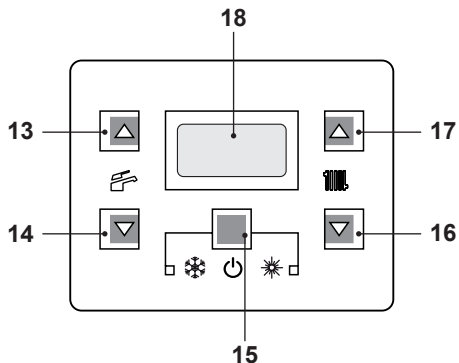
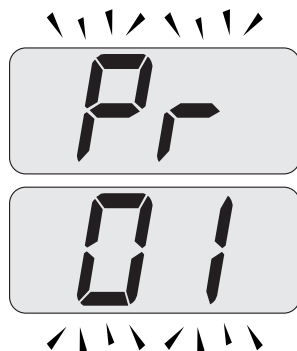
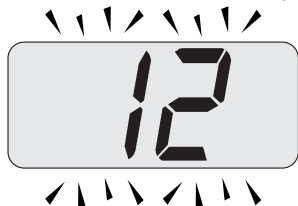

Figura 9.1
Figura 9.2
Figura 9.4
- Entre en la "modalidad de programación" pulsando simultáneamente durante 10 segundos los botones 15 - 16 - 17 (Figura 9.1) hasta que aparezcan en la pantalla LCD las letras **Pr** alternadas con el código **01**, que indican la entrada en el "parámetro 01" (Figura 9.2).
- Pulse simultáneamente los botones 15 y 17 (Figura 9.1) hasta que aparezca en la pantalla LCD el valor del parámetro 28 (ej.12 valor predeterminado) (Figura 9.4).
- Pulsando el botón 15 (Figura 9.1) se confirma el valor introducido.
- Pulsando simultáneamente los botones 15 y 16 (Figura 9.1) se sale sin modificar el valor (se vuelve a la lista de parámetros (Figura 9.3)).
- Pulsando simultáneamente durante 10 segundos los botones 15 - 16 - 17 (Figura 9.1) se sale de la "modalidad de programación".